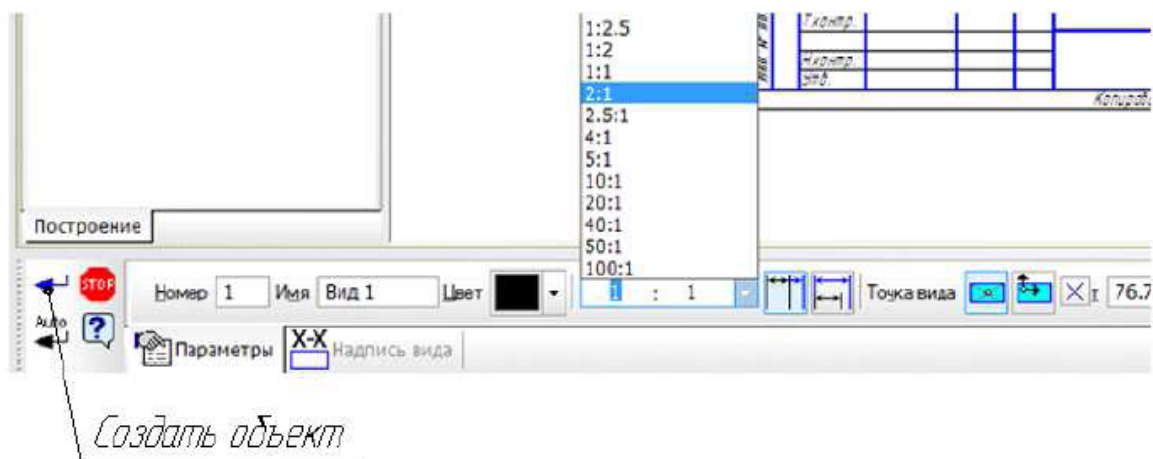

Рисунок 9 – Панель свойств параметра вида
В параметрах вида внизу по умолчанию в панели свойств установите масштаб **2:1**, рис. 9. После выбора масштаба, нажмите **Создать объект** на панели специально управления в панели свойств, рис. 9.
3. Заполните основную рамку согласно рис. 17, б. В пункт 7 напишите название детали "Пластина". Позиция 8 – материал можно выбрать через главное меню **Вставка** → **Текстовый шаблон** (рис. 18). В появившемся диалоговом окне выберете **Материалы** → **Цветные металлы** → **Алюминий и сплавы** → **Д16 ГОСТ 4784-97**, рис.19, выбранный материал внесите в основную рамку. Масса детали 1,57 кг. Остальные позиции внесите самостоятельно. По окончании заполнения основной надписи нажмите на панели специального управления панели свойств (внизу) создать объект , рис. 9.